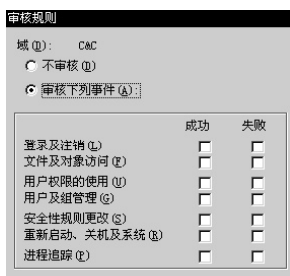

图 12
③ 用户帐号审核规则的管理。用户帐号的审核功能，主要用于登录时对所选定的事件进行审核，并将审核结果记录在安全日记中，需要时可通过事件查看器进行浏览。系统默认值是不进行审核，可通过选择“域用户管理器”窗口中“规则”菜单下的“审核”项，改变用户帐号的审核设置。在图12所示的审核规则窗口勾选需要审核的事件，即可启动该事件的审核功能。因为在一般网络中较少使用帐号审核规则，故在此不再详细介绍，只是为了讲述内容的完整性才将